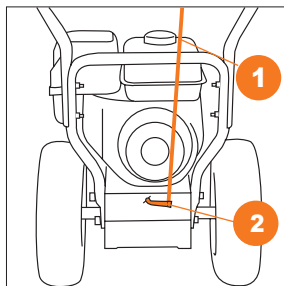

Рис. 16
- Присоедините штангу рычага выбора передач ① к кронштейну привода ② расположенного в нижней части снегоуборочной машины и зафиксируйте шплинтом (Рис. 16).